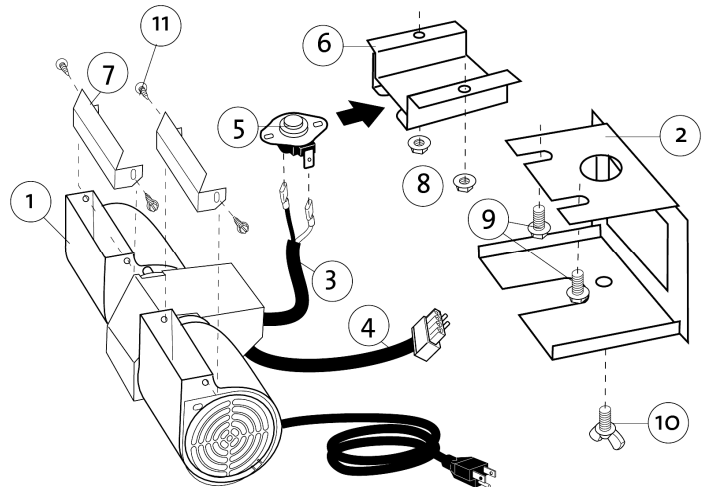

Figure 41. Composants du kit de ventilateur.
1. Débarrer et vérifier le contenu du kit de ventilateur. Si des pièces sont endommagées ou manquantes, contacter votre détaillant. Voir fig. 41.